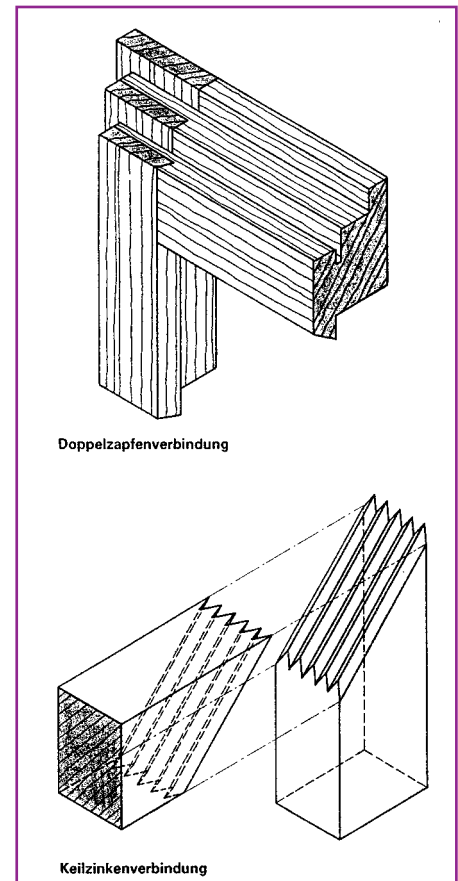
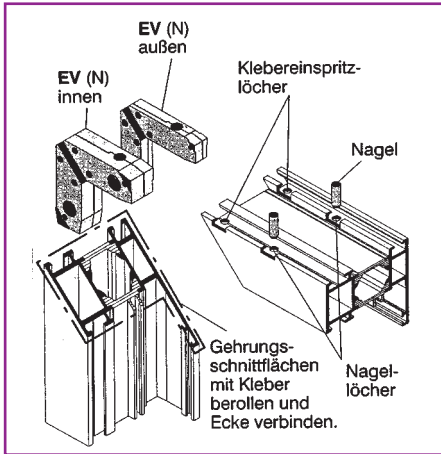

Bild 2: Eckverbindung bei Holz
Bild 3: Aluminium-Eckverbindung
c) bei der Eckverbindung. Bei Holz sind Nut und Zapfen verleimt (Bild 2); Stahl ist auf Gehrung geschweißt; Aluminium ist auf Gehrung mit Eckwinkeln verbunden (Gehrungsfläche geklebt, Eckwinkel zusätzlich genagelt, gesickt, geschraubt) (Bild 3); PUR